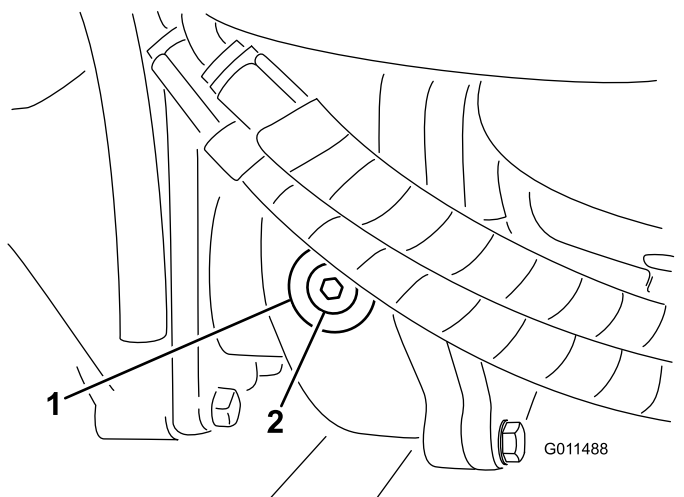

Figure 17
2. Enlevez le bouchon de contrôle/remplissage du côté gauche du boîtier d'engrenages (Figure 17) et vérifiez que le lubrifiant atteint la base de l'orifice. Si le niveau est bas, ajoutez suffisamment de lubrifiant pour rectifier le niveau.